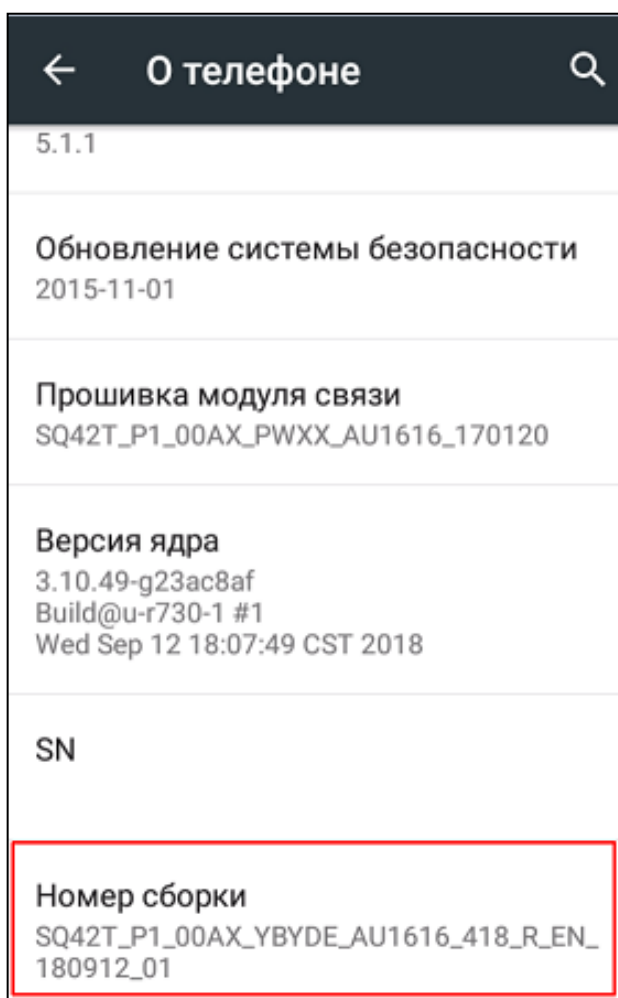

Рис. 4.4 - Подключение по USB
- 1) Зайти в настройки – «О телефоне» – и нажать 7 раз по «Номер сборки» (Рис. 4.4);